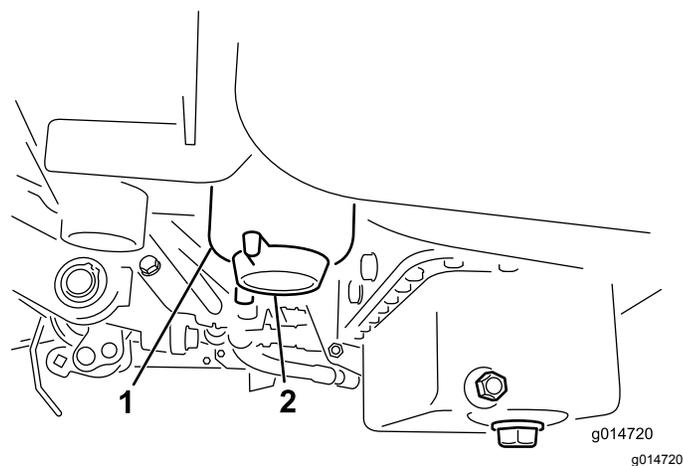

図 49
2. フィルタ容器 (図 49) の周辺をウェスできれいにぬぐう。
4. フィルタのドレンプラグを開く 図 49。